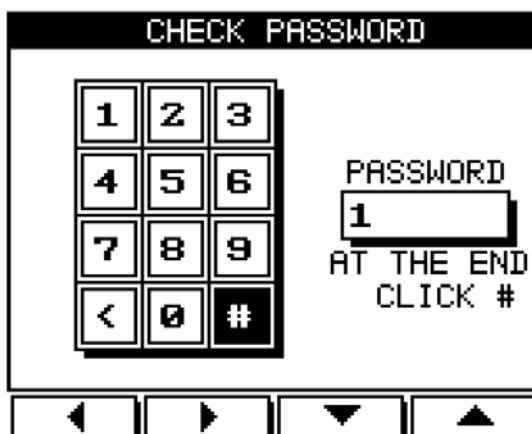

Рис. 4.3
5. С помощью кнопок «F1», «F2», «F3», «F4» переместите курсор на кнопку # (рис. 4.3) и нажмите «Enter»: